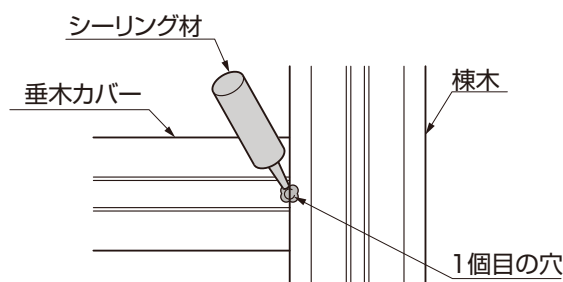

図8-3
- 1個目の穴は棟木に干渉しますので、シーリングしてください。(図8-3参照)
- ③ 棟木と垂木材カバーのすき間をシーリングしてください。